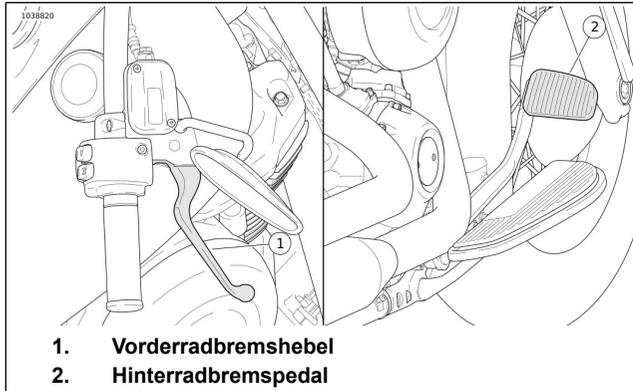

Abbildung 38. Bedienungselemente für Bremsen
Siehe Abbildung 38. Mit dem Vorderradbremshebel (1) wird die Vorderradbremse betätigt. Der Bremshebel befindet sich auf der rechten Lenkerseite. Den Handhebel mit den Fingern der rechten Hand betätigen.
Siehe Abbildung 38. Mit dem Hinterradbremspedal (2) wird die Hinterradbremse betätigt. Das Bremspedal befindet sich auf der rechten Seite. Das Hinterradbremspedal mit dem rechten Fuß betätigen.